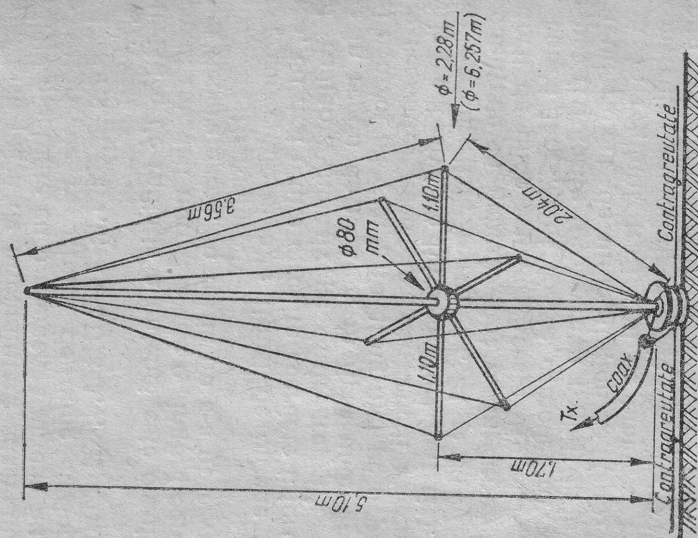

Fig. III.3.60. Antenă exponențială pentru 14, 21 și 28 MHz.
**Antena exponențială pentru 14, 21 și 28 MHz.** Antenele exponențiale în general sînt puțin cunoscute între radioamatorii de unde scurte. Aceste tipuri de antene, fiind cu bandă largă, sînt foarte comode în exploatare, deoarece pot fi folosite (fără vreun reglaj) în mai multe benzi, cu un raport de unde staționare (sub 1,6) încă foarte bun în regimul traficului de amator. Necesitînd pentru construire materiale simple de procurat, randamentul bun și radierea undelor sub un unghi favorabil traficului intercontinental, merită îndreptarea atenției asupra acestei antene, fig. III.3.60.